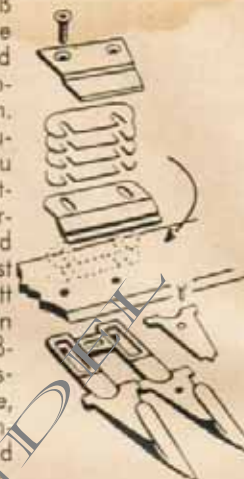

Bild 12
- E Am Mähantriebsgehäuse (Bild 12, Teil 12) angegossener Flansch zur Lagerung des Hubarmes
- H Bolzen (Bild 12, Teil 37), der den Hubarm mit dem Mähantriebsgehäuse verbindet
- L Kurbelzapfen (Bild 12, Teil 29)
richtig ist. Weiterhin ist darauf zu achten, daß die Messerkopfverbindung zwischen Treibstange und Mähmesser nicht ausschlagen kann. Wird der Verschleiß zu lose, so muß aus dem Treibstangenbeschlag eine Beilage entfernt werden. Lose Finger am Messerbalken sind festzuschrauben, abgebrochene und lose Klingen sind zu ersetzen oder neu zu befestigen. Die Gleitsole am Innen- und Außenschuh des Messerbalkens ist je nach Bodenverhältnissen und Schnitthöhe einzustellen. Die Messerführung ist so einzustellen, daß ein einwandfreier Schnitt und eine gute Auflage der Klingen auf den Fingerplatten erfolgt. Einfach ist der Verschleißausgleich: Zieht sich nach längerer Gebrauchszeit Schnittgut zwischen Fingerplatte und Klinge, so entfernt man gemäß Bild 12 eine oder mehrere Unterlegplatten zwischen Messerhalter und Reibplatte und lege sie unter die Reibplatte. Damit wird die Reibplatte und damit das Messer gehoben, während der Messerhalter durch Herunterschlagen entsprechend gesenkt wird.